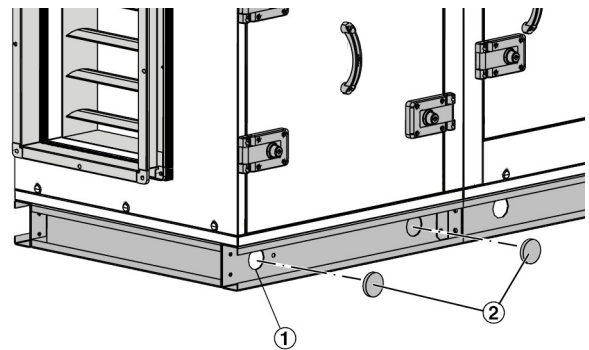

Abb. 24: Stopfen montieren
- ▶ Mit den mitgelieferten Stopfen (Abb. 24 /2) die Transportöffnungen (Abb. 24 /1) im Gerätegrundrahmen des RLT-Geräts schließen.